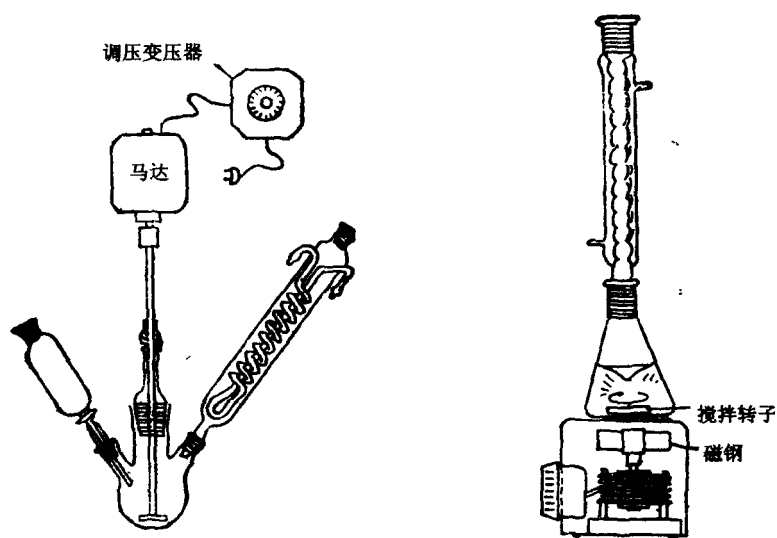

图 1-7 电动和电磁搅拌装置
(5) 搅拌器 一般用于反应时搅拌液体反应物，搅拌器分为电动搅拌器和电磁搅拌器，如图 1-7。